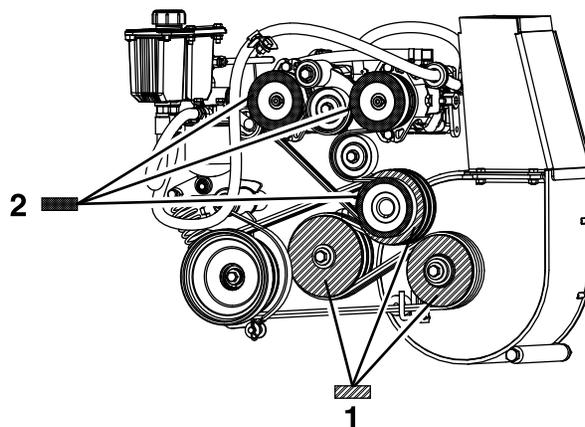

Figura 66
8. Medindo desde a polia do soprador como linha de base, mova o motor e o eixo secundário até que a superfície traseira de todas as três polias esteja alinhada entre 0,8 a 1,6 mm (Figura 66).
4. Utilizando uma extremidade direita, alinhe cada polia da bomba com a polia do motor deslizando-a ao longo do veio da bomba (Figura 66).